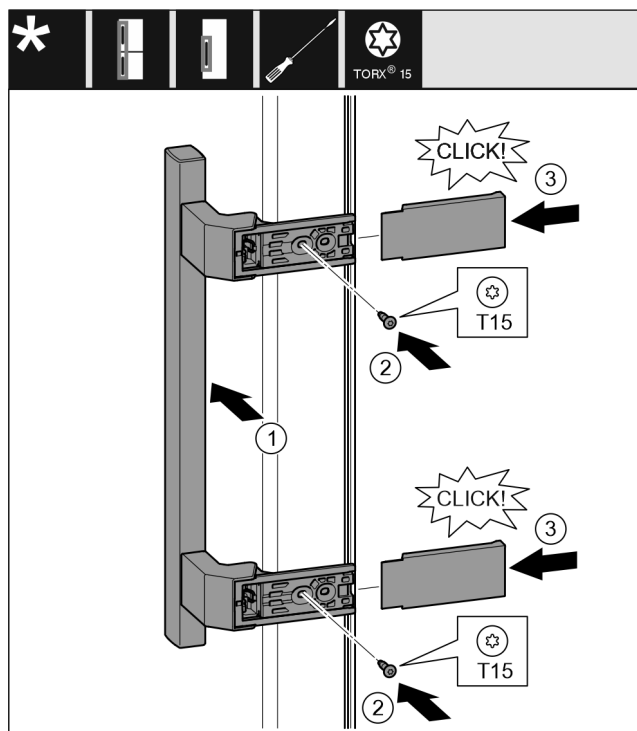

Fig. 20
- Applicare la maniglia sul lato opposto. Fig. 20 (1)
- Avvitare le viti con un cacciavite T15. Fig. 20 (2)
- Applicare le coperture lateralmente e spingerle in sede. Fig. 20 (3)